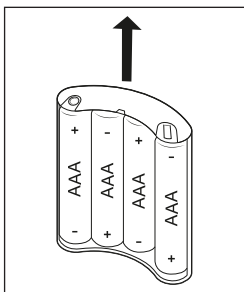

Fig. 3
6. Vuelva a colocar el soporte para las pilas **15** en el compartimento para pilas **14**. Para ello, asegúrese de introducir el soporte para las pilas **15** con los contactos por delante en el compartimento para pilas **14** (consulte las figs. 3 y 4).